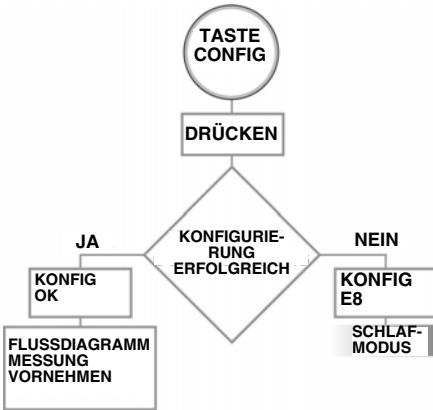

ABB. 4
4. Display-Taste (A) erneut gedrückt halten, um das Profil des TLM in der Pulse-Software zu konfigurieren.
5. Auf dem Display erscheint "CONFIG OK" wie in ABB. 4, Seite 5 dargestellt, wenn das TLM-Profil in der Pulse-Software registriert wird.
Wenn das TLM-Profil nicht in der Pulse-Software registriert werden kann, erscheint die Fehlermeldung "KONFIG E8" (Schritt 2 ABB. 4).